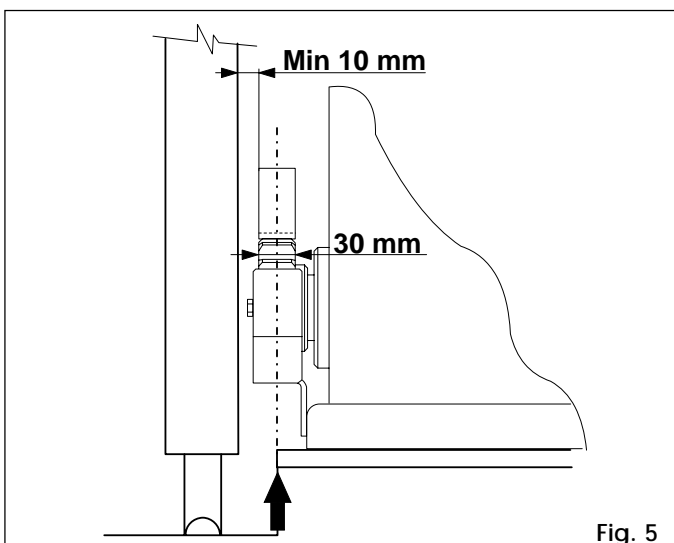
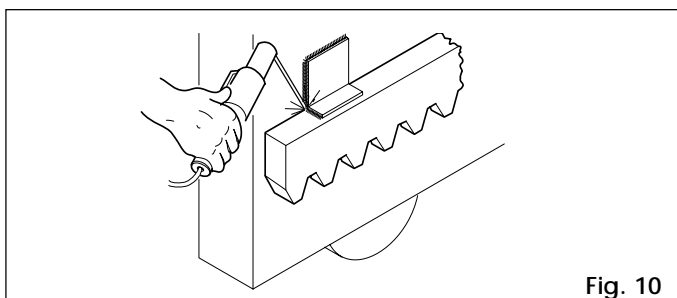

Fig. 5
Fig. 10
Per le quote di posizionamento fare riferimento a fig. 5.
- 3) Registrare l'altezza dei piedini tenendo sollevato il motoriduttore dalla piastra di 1 cm e la distanza dal cancello come da fig. 5 e 9.
Importante: Per il fissaggio della cremagliera all'anta è necessario costruire appositi supporti in relazione alla tipologia del cancello da automatizzare. In fig. 10 viene mostrato un esempio di supporto a "L". Per il posizionamento dei supporti fare riferimento alle fig. 5 e 9.